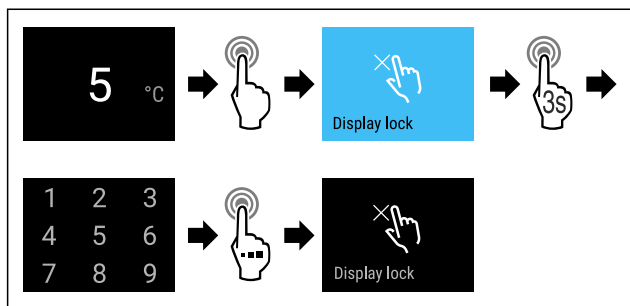

Fig. 80
- ▶ Wykonać czynności (patrz Fig. 80).